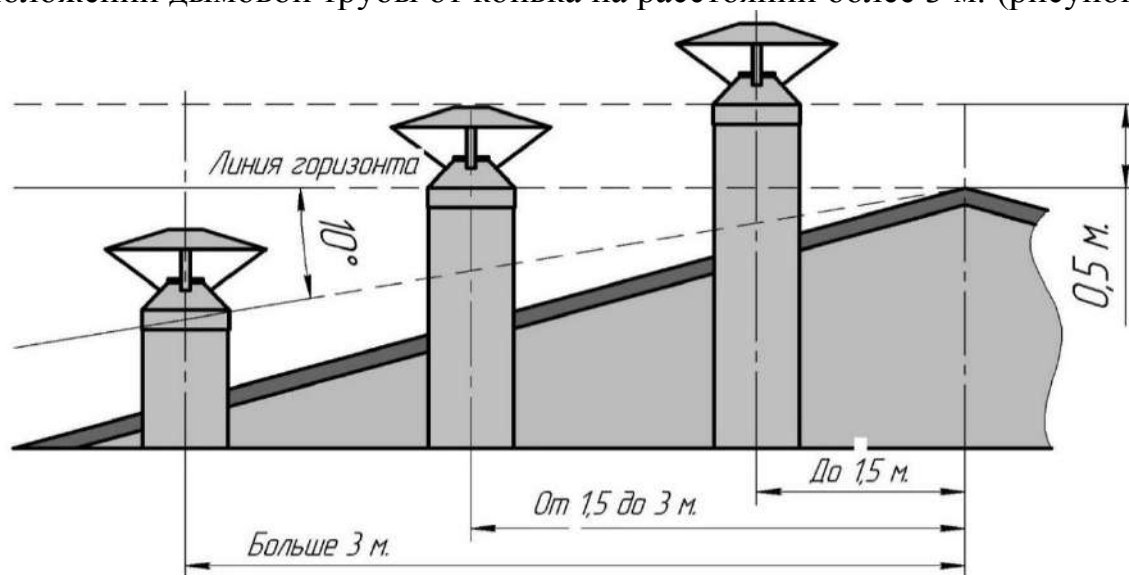

Рисунок 4: Высота дымоходной трубы
- не ниже линии, проведенной от конька под углом  $10^\circ$  к горизонту, при расположении дымовой трубы от конька на расстоянии более 3 м. (рисунок 4)